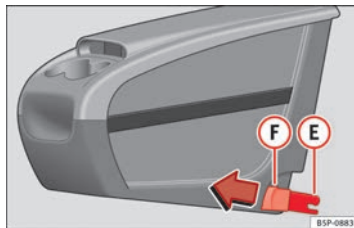
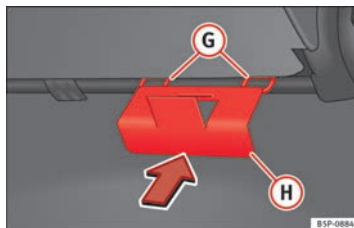

Abb. 107 Zusätzliche Ablage. Montage.
Abb. 108 Halteplatte der zusätzlichen Ablage.
- Die Halteplatte (H) ⇒ Abb. 108 der zusätzlichen Ablage vom Fahrzeuginnern aus auf der Rückseite des Sitzes befestigen. Sie muss sich zwischen der Lehne und dem Sitzkissen im Bereich des mittleren Rücksitzes befinden. ▶
- Die beiden Befestigungselemente **E** ⇒ Abb. 107 zu den beiden Befestigungsringen **G** ⇒ Abb. 108 ausrichten und die beiden Klammern vollständig in die Befestigungsringe eindrücken.
- An den Knöpfen ⇒ Abb. 107 **F** der Klammern nach vorne ziehen (rote Knöpfe), bis sie hörbar ausgehängt sind.